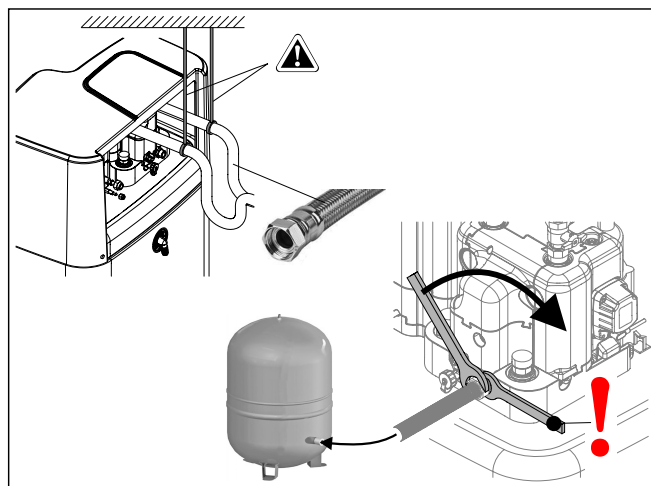

Fig. 4-24 Conexión de tubería sin tensión
- La conexión de las tuberías de calefacción con conectores debe establecerse sin tensión. Especialmente cuando se establezca la conexión con tuberías flexibles (¡no transpirables!), llevar a cabo una descarga de tensión adecuada (véase Fig. 4-24).